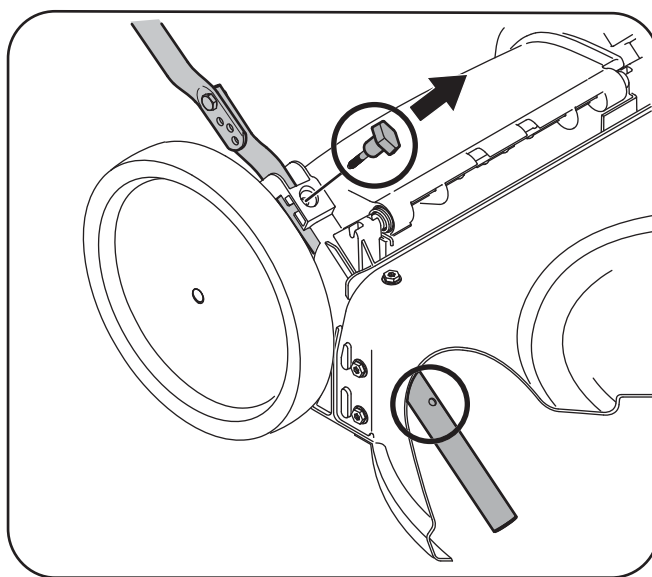
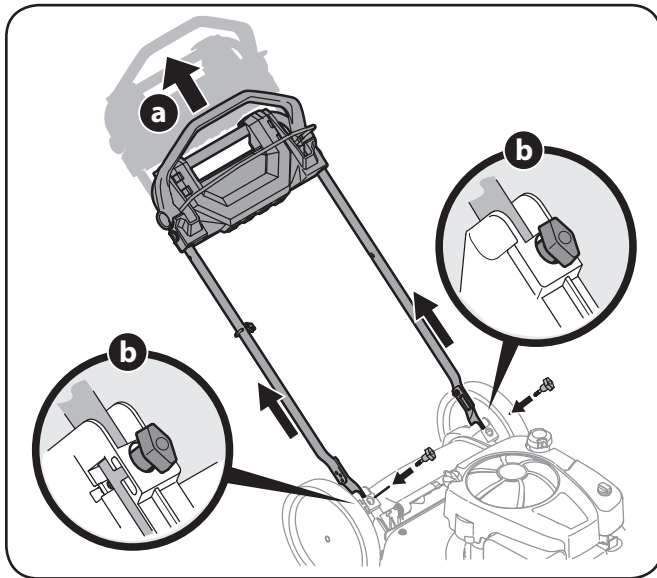

Figure 3-3
Figure 3-4
2. Retirez les boulons à tête en T des supports du guidon, comme la Figure 3-3.
- a. Relevez le guidon 8 po jusqu'à ce que les trous du guidon inférieur (voir l'éclaté de la Figure 3-3) s'alignent avec les trous des supports du guidon. Voir la Figure 3-4.
- b. Insérez les boulons à tête en T, enlevés au paragraphe 1b, dans les supports du guidon et dans le guidon inférieur et serrez à fond pour maintenir le guidon en place. Voir la Figure 3-4.